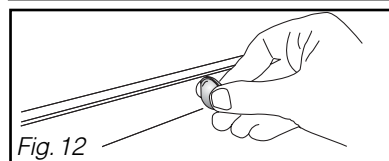

Fig. 12
- déverrouillez le réservoir à l'aide d'une pièce de monnaie. (Fig. 12).